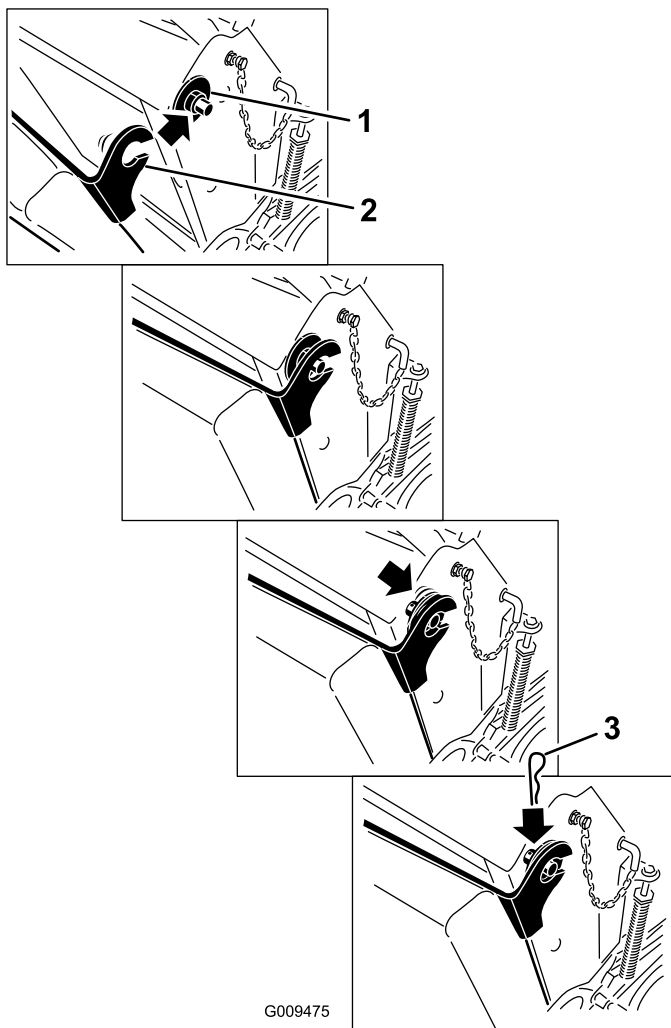

Figura 34
- Levante el cojín y deslícelo sobre los pasadores en cada lado de la máquina (Figura 34).
- Introduzca las arandelas grandes con casquillos de plástico en los soportes del cojín y sujételos con pasadores de horquilla (Figura 34).